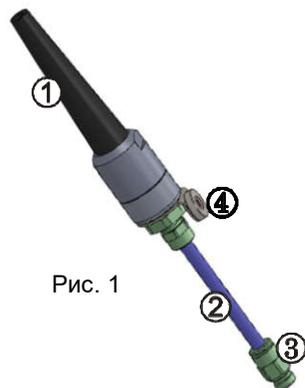

Рис. 1
Подсоединить к пневмошлангу (2) сопло (1) и штуцер (3), рис.1.